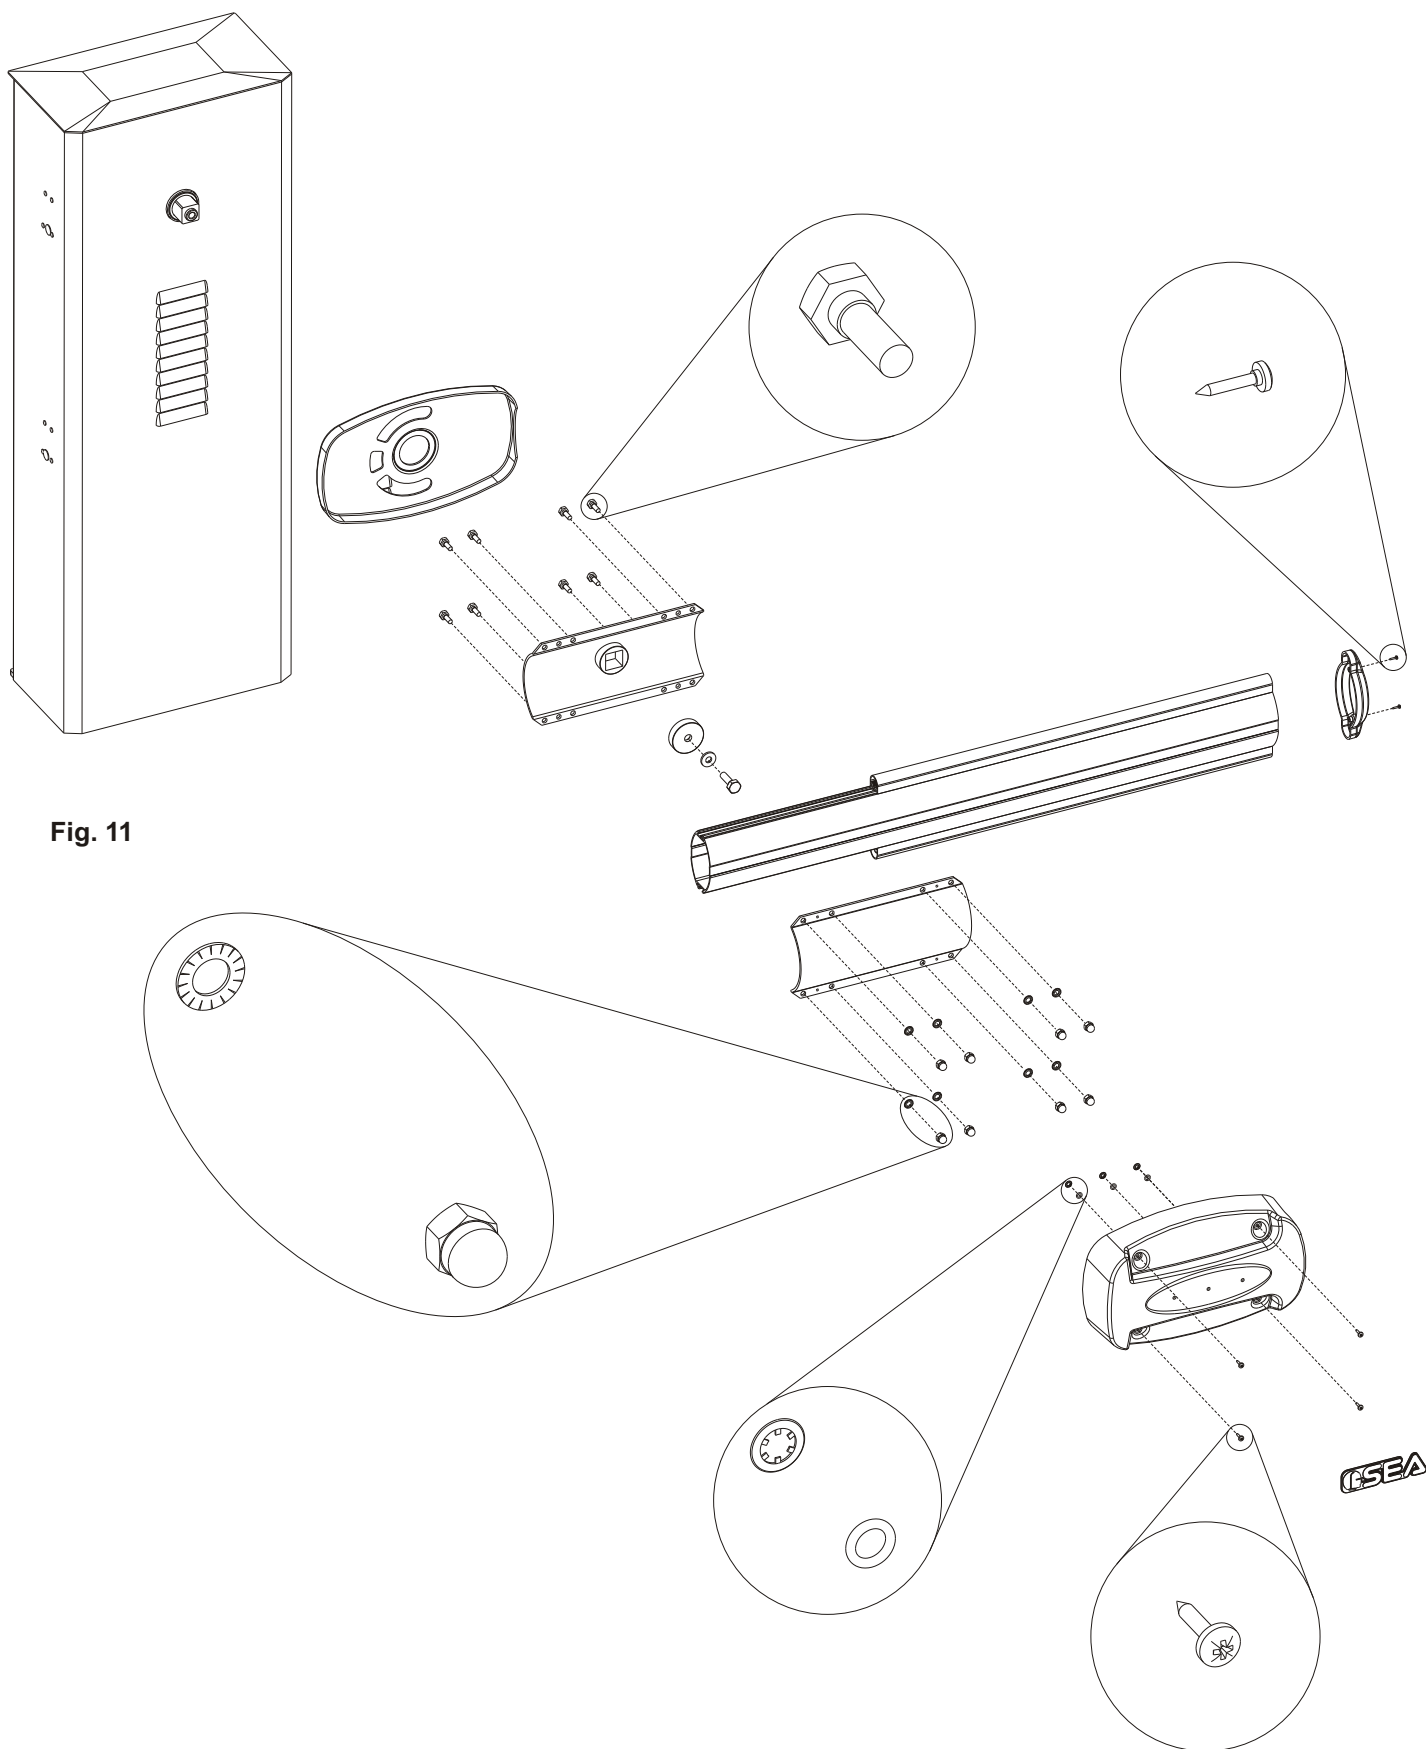

Fig. 11
6) Montaje del mástil (Fig. 11)